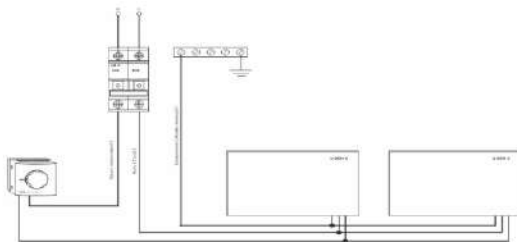

Abb. 1. Schema der Parallelschaltung von Paneelen
7.1.8 Verbinden Sie die Anschlussdrähte mit dem Thermostat. Der Schaltplan ist in **Abb. 1**, dargestellt.
7.5.4 Verbinden Sie die Anschlussdrähte mit dem Thermostat. Der Schaltplan ist in **Abb. 1**.